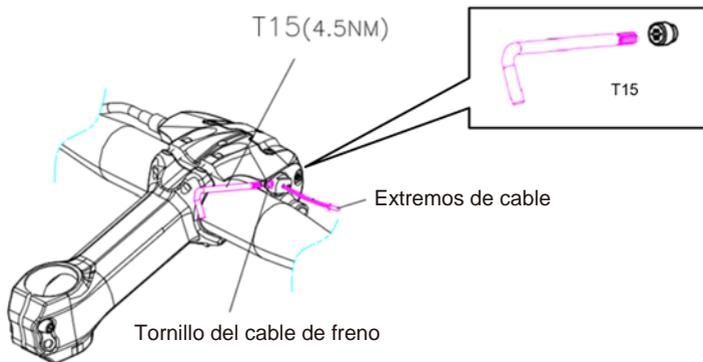

Figura G-1 Tirar del cable y apretar
- Afloje el tornillo del cable del freno que se encuentra en el cuerpo del cilindro maestro. **(Figura G-1)**
- Pase el cable por la unidad de control, las fundas y el cilindro maestro. Tire del cable para tensarlo, teniendo cuidado de NO añadir carga al cilindro del freno. **(Figura G-1)**